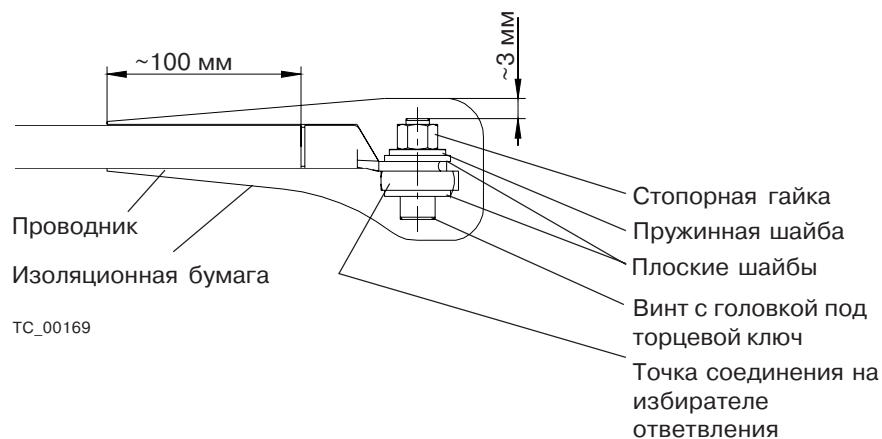

Рис. 10.
11. Если выдерживаемое импульсное напряжение на землю превышает 380 кВ, изолируйте соединения на избирателе ответвления, обернув их бумагой до толщины примерно 3 мм, см. Рис. 10. Бумага должна быть того же качества, как и бумага, использованная для изоляции проводников внутри активной части трансформатора.
10. Если выдерживаемое импульсное напряжение на землю превышает 380 кВ, изолируйте соединения на избирателе ответвления, обернув их бумагой до толщины примерно 3 мм, см. Рис. 10. Бумага должна быть того же качества, как и бумага, использованная для изоляции проводников внутри активной части трансформатора.